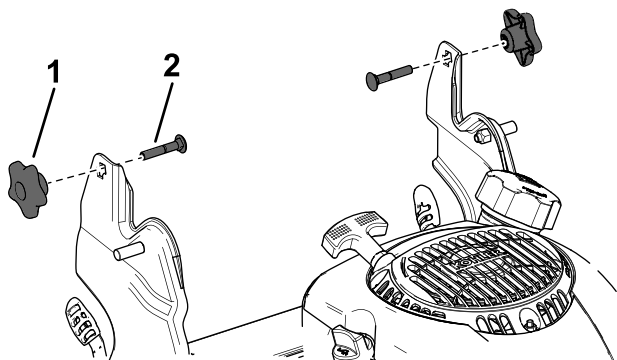

Figura 25
3. Inserte el perno de cuello cuadrado (con la cabeza del perno hacia el interior) a través del soporte del manillar y del orificio superior del extremo del manillar. Asegúrese de que los bordes cuadrados de cada perno de cuello cuadrado entre en el orificio cuadrado superior o inferior de su soporte del manillar relacionado (Figura 25).